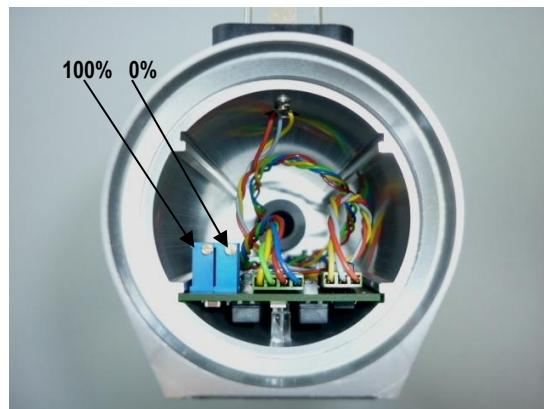

Bild 4, Figure 4, figure 4
Ist einen Anpassung unumgänglich so ist das mit Hilfe der beiden Trimmer 0% (4mA) und 100% (20mA) möglich.(siehe Bild 4)
If an adaptation cannot be avoided, it can be done by using both trimmers 0% (4mA) and 100% (20mA) (see fig. 4):
2. Set the measuring signal to 4mA using the trimmer 0% (see fig. 4).
4. Set the measuring signal to 20mA using the trimmer 100% (see fig. 4).
Si un ajustement ne peut être évité, il est possible de le faire en utilisant les deux potentiomètres de correction 0%(4mA) et 100% (20mA) (voir figure 4) :
4. Ajuster le signal de mesure à 20mA en utilisant le potentiomètre de correction 100% (voir figure 4).